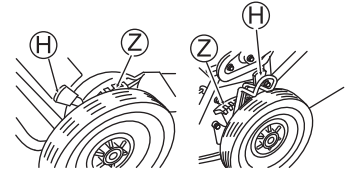

Abb. 22
2. Drücken Sie den Schnitthöheneinstellhebel (H) in Richtung Rad und lösen Sie ihn von den Rasten (Ausnehmungen) (Z). (Siehe Abb. 22 und 23)